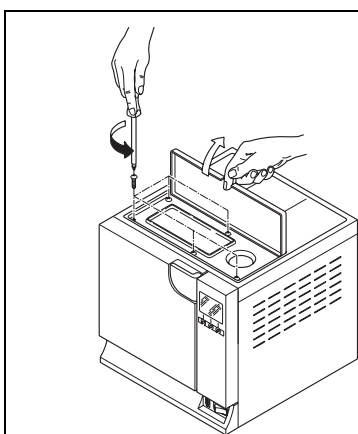

Рис. 10.2-5
- отвинтите 5 винтов (Рис. 10.2-5);